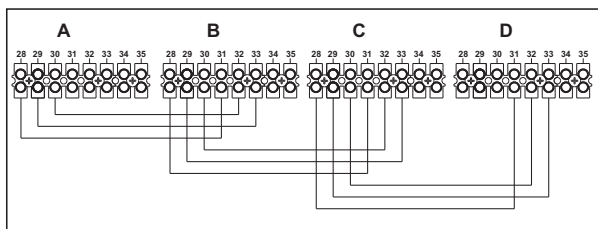

рис. 33 - Соединение в батарее
1. Соедините два модуля, как показано на рис. 33 (пример с 4 модулями)
В противном случае переключите электрическое питание и проверьте кабельные соединения на рис. 33.